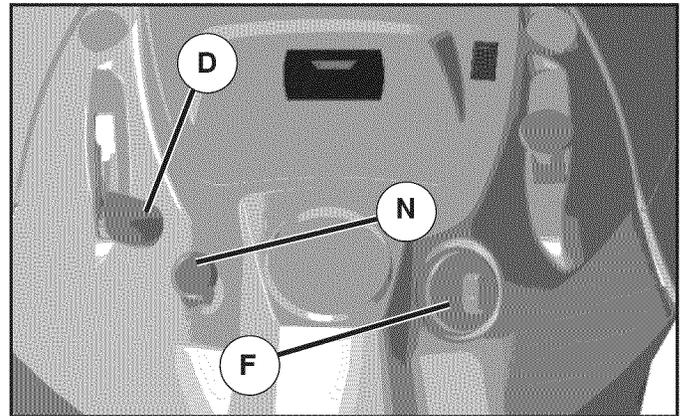

Fig. 19
PARA USAR EL CONTROL DE LA ACELERACIÓN (D) (VEA FIG. 19)
PARA USAR EL CONTROL DE ESTRANGULACIÓN (N) (Vea Fig. 19)